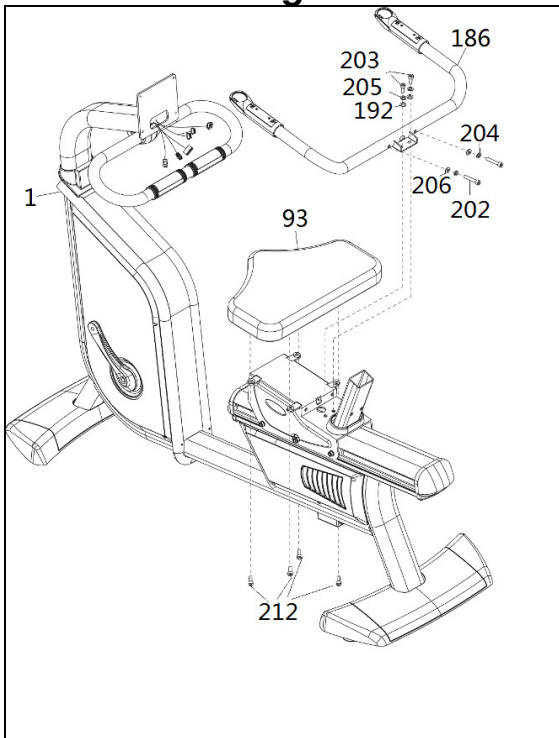

Fig.6
A continuación coja el respaldo (95) e introdúzcalo en el tubo saliente del asiento Fig.6, en dirección de la flecha.